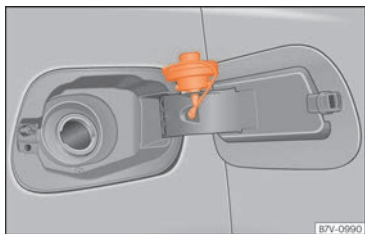

Abb. 281 Tankklappe mit aufgestecktem Tankverschluss.
- Platzieren Sie den Verschluss in der Ausparung, die sich im Scharnier der geöffneten Tankklappe befindet »» **Abb. 281**.